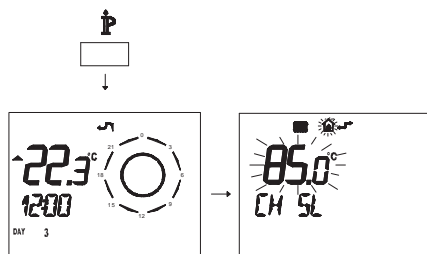

Рисунок 5.39
- Нажмите и удерживайте 3 секунды кнопку , чтобы войти в режим *INFO* (Рисунок 5.39).